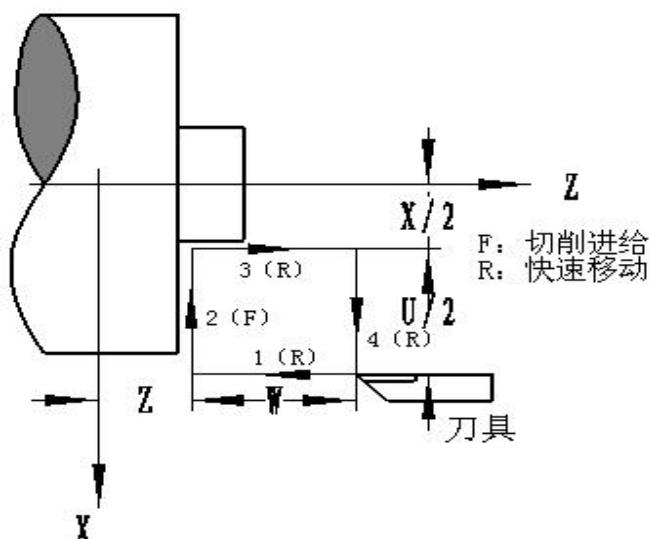
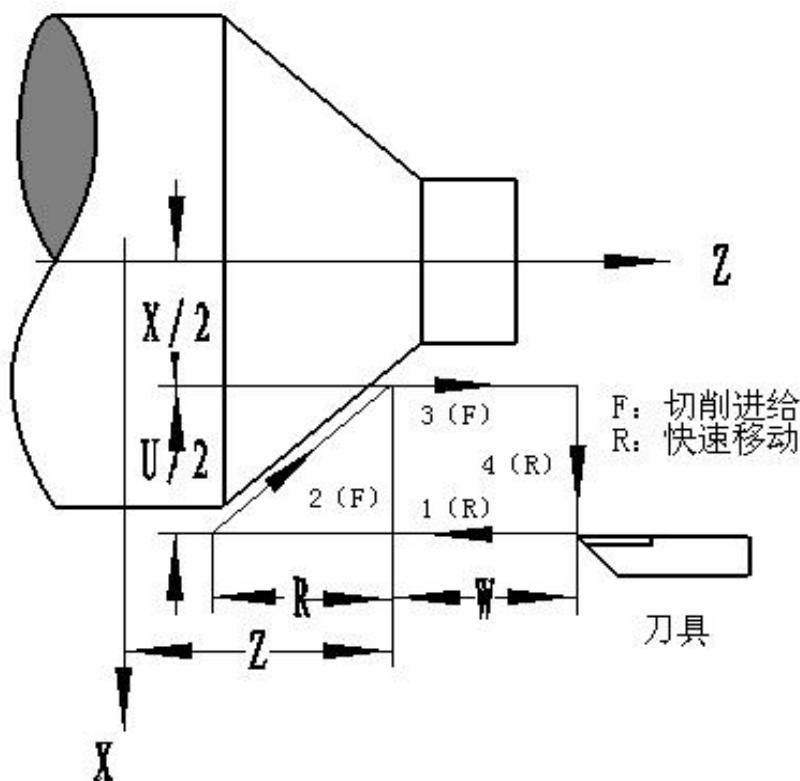

图 2-18
图 2-19
指令功能: G94 指令可实现端面以及锥度端面的单一循环加工, 循环完毕后刀具返回起刀点位置 (轨迹 1 的起点), 如图 2-18 和图 2-19。图中 (F) 线段表示切削进给, (R) 线段表示快速移动。